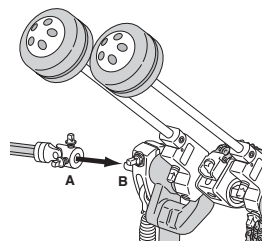

図14
メインペダルの左側と、サブペダルの右側にある接続部(突起部) (B) にドライブシャフトのジョイント部(A) を接続します。その際は、接続部の突起部(B) の平らな面が上にくるようにフットボードの角度を設定します(図14, 15)。
P-2102C / P-2101C は高性能の NiNJAベアリングを搭載しており、スピードに優れたスムーズな動作性を実現しております。この動作性を維持するためには付属の NiNJAオイルを定期的に注油してください(図14)。